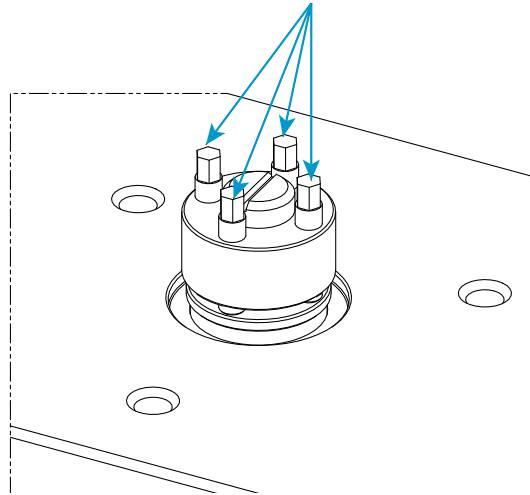

Figura 22. Conjunto de tensor mecánico
11. Utilice la llave dinamométrica (80-9-11) con la llave de vaso hexagonal correspondiente de 5 mm (67-4-29) suministrada en el kit del tensor mecánico para apretar los cuatro tornillos de fijación (que se muestran en Figura 22 en la página 108) en el tensor mecánico con un par de 14 N-m (10,3 ft-lb) de acuerdo con el siguiente procedimiento: